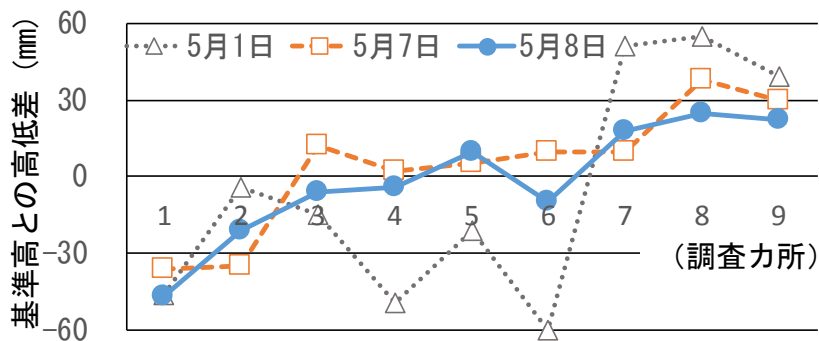

図1 田面均平精度の推移
- (1) 排土板による均平後の均平精度は、最高値と最低値の差が115mmで、バラツキも大きかった(表1、図1)。
- (2) 2回の代かき均平作業に伴ってバラツキは少なくなり、均平精度が向上した。
- (3) 2回目代かき後(5/8)の最高値と最低値の差は72mmであり、これは基盤整備・田面整地の規格値 ± 35 mm(共通仕様書(農林水産土木工事編)、福島県農林水産部、2018年)を満たせなかった。